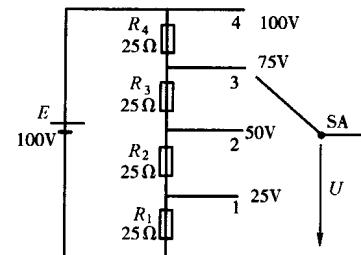

图 1-3 电阻分压器
①用几个电阻串联来获得阻值较大的电阻。
②采用几个电阻构成分压器,使同一电源能供给几种不同的电压。如图 1-3 所示,由  $R_1, R_2, R_3$  和  $R_4$  构成的分压器,可使电源输出四种不同数值的电压。
③当负载的额定电压低于电源电压时,可用串联的办法来满足负载接入电源使用的需要。例如可将两个相同的 6V 指示灯串联后接到 12V 电源中使用。
④利用串联电阻的方法来限制和调节电路中电流的大小。例如,在初中物理课中曾做过用滑动变阻器来改变电流强度的实验。
⑤在电工测量中广泛应用串联电阻的方法来扩大电压表的测量量程。